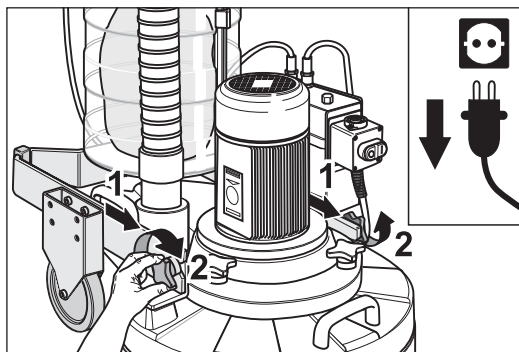

Abb. 59 Das Fahrgestell in die beiden waagerechten Schrauben am Maschinengehäuse schieben (1) und die beiden Kreuzgriffe festziehen (2).
- 1 Schieben Sie das Fahrgestell von hinten in die beiden waagerechten Schrauben am Maschinengehäuse (Abb. 59, 1).
- 2 Ziehen Sie die beiden Kreuzgriffe fest (Abb. 59, 2).